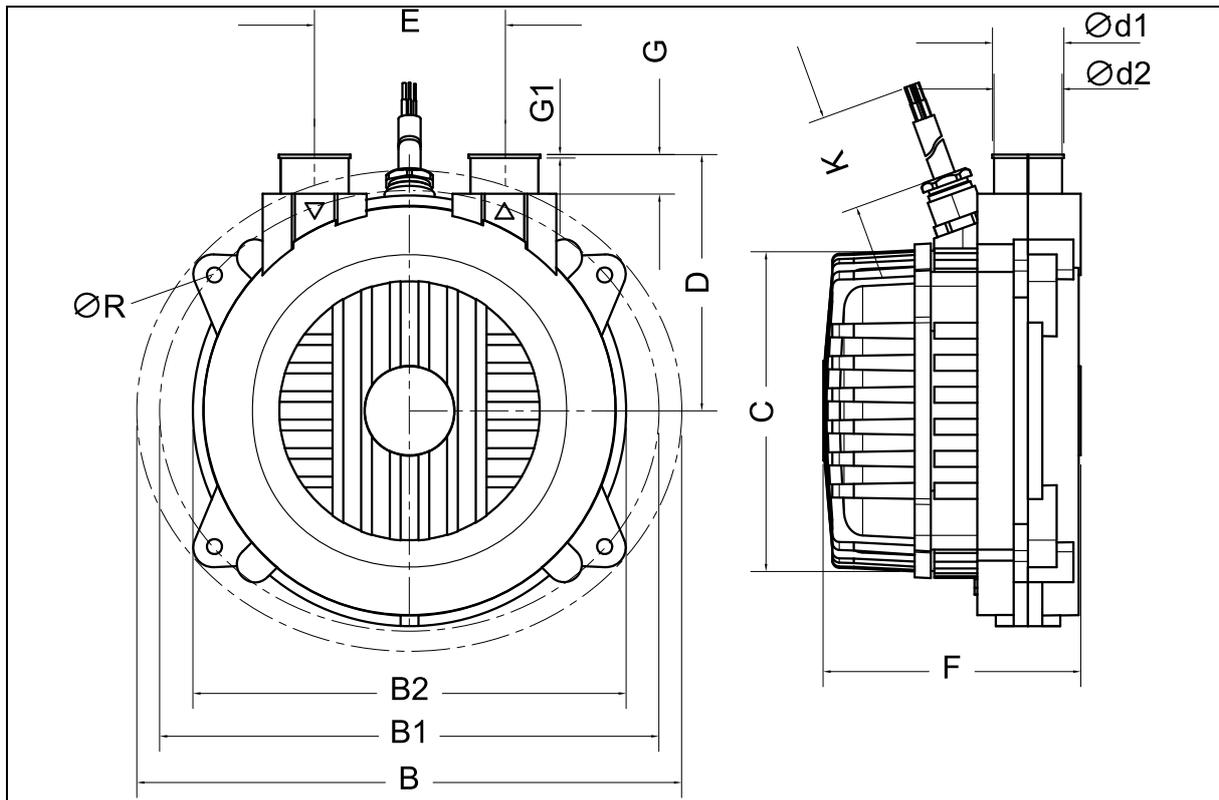
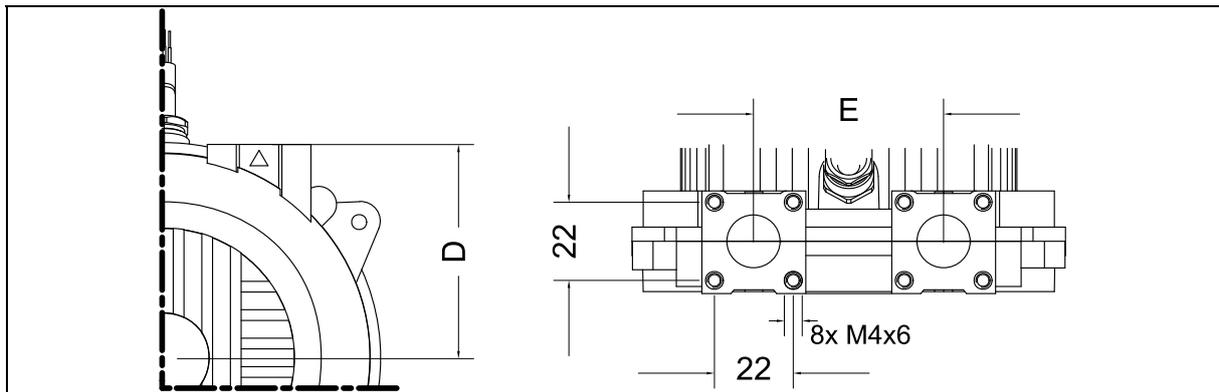

Fig. 1: Abmessungen 2BH1002-0... (Schlauchanschluss)
Fig. 2: Abmessungen 2BH1002-1... (Flanschanschluss)
Abmessungen	siehe Fig. 1 & Fig. 2, Seite 8
- Fig. 1, Seite 8 und Fig. 2, Seite 8,